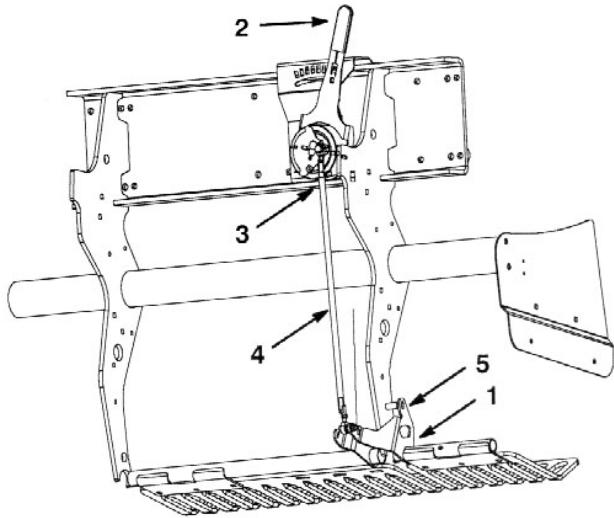

図 54
1. 左ターフ・ガード取り付けブラケット(図54)を上に回転させて、固定ピン(5/16" のドリルビットかキャップスクリュ)を使う)を、ブラケットと深さ設定チューブの間に挿入する。
3. アウトボード・ボール・スイッチをワイヤ・ハーネスから外す(図54)。
4. 深さ調整タイロッドのジャムナット(左右)をゆるめる(図54)。